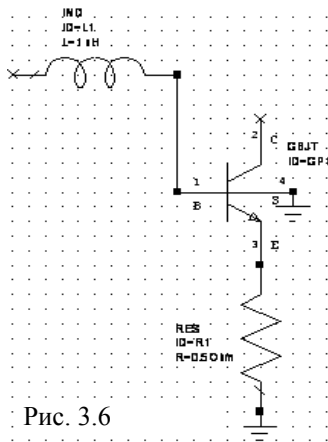

Рис. 3.6
4. Дважды щёлкните левой кнопкой мышки по группе **Lumped Element** (Сосредоточенные элементы), чтобы развернуть её. Щёлкните левой кнопкой мышки по подгруппе **Inductor** (Индуктивности) в группе **Lumped Element**. Доступные модели катушек индуктивности будут отображены в нижней части левого окна. Нажмите левой кнопкой мышки на модель **IND** и, не отпуская кнопки мышки, перетащите её в окно схемы, отпустите кнопку мышки, позиционируйте элемент выше и левее транзистора **GBJT**, как показано на рис. 3.6, и щёлкните левой кнопкой мышки, чтобы зафиксировать элемент.
7. Щёлкните левой кнопкой мышки по подгруппе **Resistor** в группе **Lumped Element**. Доступные модели резисторов будут отображены в нижней части левого окна. Нажмите левой кнопкой мышки на модель **RES** и, не отпуская кнопки мышки, перетащите её в окно схемы, отпустите кнопку мышки, щёлкните правой кнопкой мышки, чтобы повернуть элемент, позиционируйте его на узле 3 транзистора **GBJT**, как показано на рис. 3.6, и щёлкните левой кнопкой мышки, чтобы зафиксировать элемент.
9. Щёлкните левой кнопкой мышки по значку **Ground** на панели инструментов, двигайте курсор в окно схемы, позиционируйте землю к нижнему узлу резистора **RES**, как показано на рис. 3.6, и щёлкните левой кнопкой мышки, чтобы зафиксировать землю.
10. Повторите п.9 и подключите землю к узлу 4 транзистора **GBJT**, как показано на рис. 3.6.